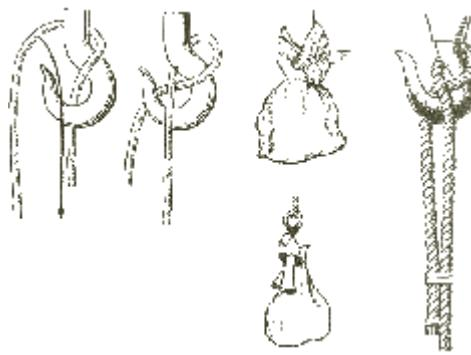

Рис. 105. Гачный узел
**Гачный узел** (рис. 105). Когда под рукой нет нужного стропа, груз поднимают краном или стрелой на гаке, используя обычный стальной или растительный трос. При этом пользуются гачным узлом. В этом нехитром узле заложена большая мудрость. При нагрузке на коренной конец ходовой конец троса прижимается к внутренней стороне шейки гака, а петля, затянутая вокруг его спинки, держит оба конца. Надевая трос на гак, нужно внимательно проследить, чтобы коренной конец троса обязательно проходил над ходовым. Чтобы гачный узел при прекращении нагрузки не отравился, ходовой конец прихватывают временной схваткой к коренному.